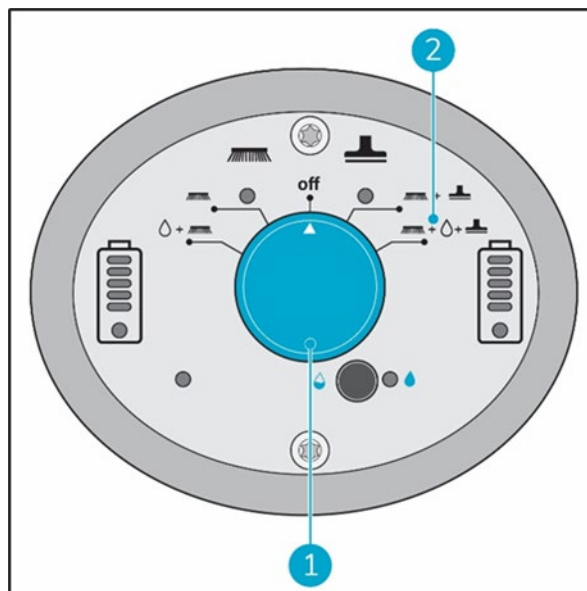

Figure 22
2. Utilisez l'interrupteur principal de l'i-mop® XL Basic (Figure 22, pos 1) et sélectionnez le MODE 4 Brosse + Eau/Solution de nettoyage + Aspiration à sec (Figure 22, pos 2).